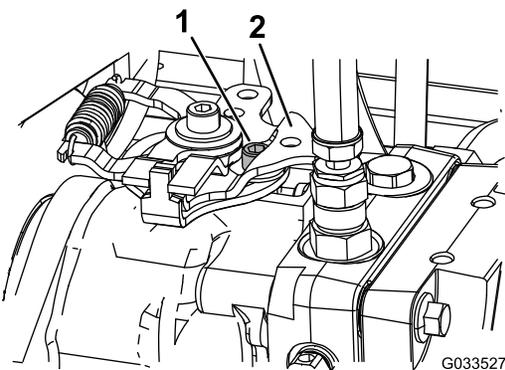

图42
3. 在驱动液压泵内侧上从控制臂上取下控制联动装置图 42。